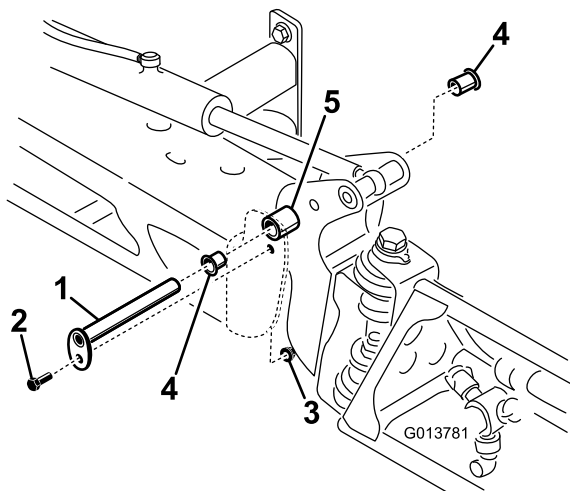

図 98
3. ブームを支えておきながら、ピボットピンをブームアセンブリに固定しているボルトとナットを取り外す 図 98。
4. ピボットピンを取り外す 図 98。
6. ナイロンブッシュを取り外し、ピボットブラケットの前面および後面側から見て点検する 図 98。
8. センターフレームにブーム&ピボットブラケットアセンブリを取り付け、開口部を整列させる 図 98。